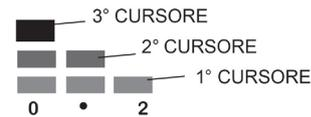

Fig.11
-Ogni **COLONNA** è formata da tre **CURSORE** di temperatura (Fig.11) :